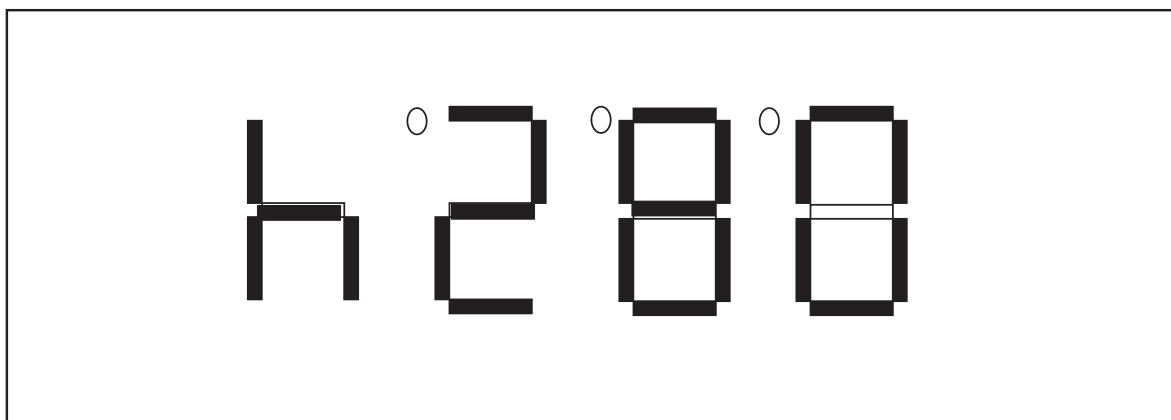

Рисунок 8 - Настройка нижнего уровня напряжения
2) В режиме «Нижний уровень напряжения» используйте кнопку «+» или «-» для изменения значения, при достижении которого Устройство отключит двигатель. Заводская настройка нижнего порога – 280 В (см. рисунок 8).